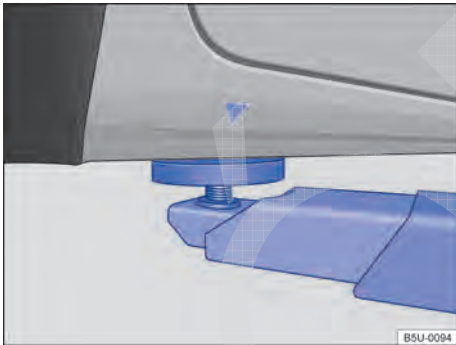
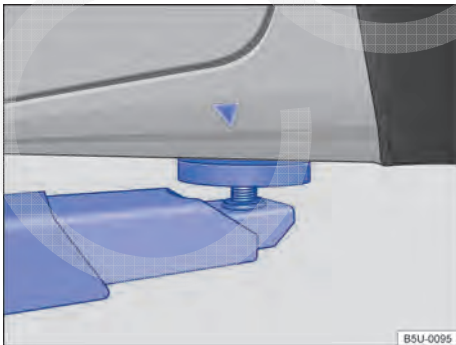

Fig. 147 Pontos de apoio dianteiros para a suspensão com plataforma elevatória ou com macaco.
Fig. 148 Pontos de apoio traseiros para a suspensão com plataforma elevatória ou com macaco.
O veículo deve ser suspenso somente pelos pontos indicados nas figuras → Fig. 147 e → Fig. 148. Se o veículo não for suspenso pelos pontos indicados, podem ocorrer danos no veículo →  e ferimentos graves → .
- Suspender o veículo somente pelos pontos indicados nas figuras → Fig. 147 e → Fig. 148. Se o veículo não for suspenso pelos pontos indicados, o veículo poderá cair da plataforma elevatória quando, por exemplo, o motor ou a suspensão for desmontado.